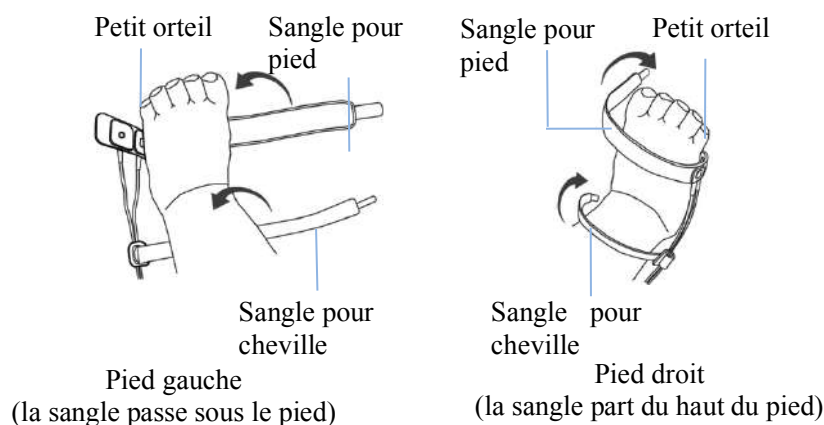

Figure 3.10B
- ① Pour un bon positionnement sur le pied, placer les capteurs à l'extérieur du pied, derrière le petit orteil. S'assurer que le capteur soit bien en contact avec la peau, puis fixer la sangle pour pied à l'aide du velcro (voir les figures 3.10B et 3.10C). Ne pas trop serrer.